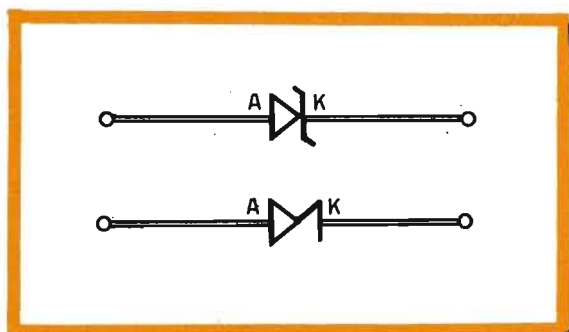

Fig. 8 - Simboli elettrici comunemente usati per indicare i diodi zener.
Fig. 8 - Anche in questo disegno vengono presentate alcune saldature, in parte errate e in parte perfette. Elenchiamole: (1) saldatura effettuata sull'estremità del reoforo (conduttore) ad una certa distanza dalla pista di rame del circuito stampato (saldatura errata); (2) fra la goccia di stagno e la pista del circuito stampato si è inserita una goccia colofonia, cioè uno strato di isolante che fa sembrare buona la saldatura mentre si tratta in realtà di una semplice incollatura; (3) saldatura elettricamente buona ma ottenuta con eccessiva quantità di stagno; (4) saldatura elettrica a stagno perfetta; (5) saldatura a stagno apparentemente perfetta ma sostanzialmente errata, perché essa rappresenta la classica saldatura fredda nella quale la poca quantità di calore non ha permesso la fusione dello stagno sulla pista di rame; (6) saldatura a stagno perfetta; il conduttore deve essere tranciato al livello della goccia di stagno.